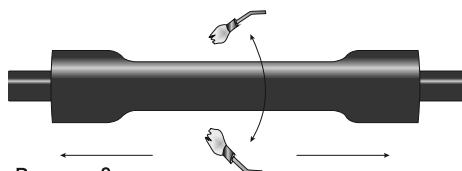

Рисунок 8
4.20 Усадить трубу, начиная от центра соединения, в направлении наружного покрова кабелей попаременно (рисунок 8).